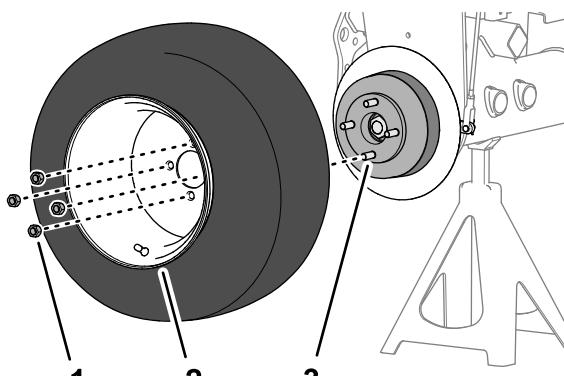

Figura 76
- Rimuovete i 4 dadi a staffa che fissano la ruota anteriore al mozzo e rimuovete la ruota (Figura 76).